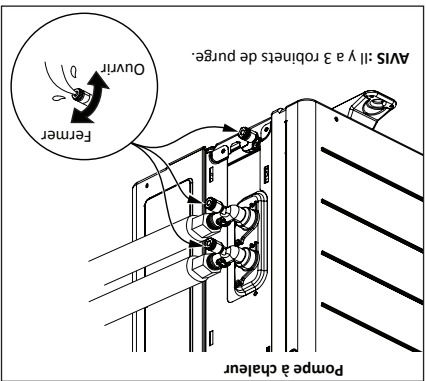

Figure 37 - Purger tout l'air de l'appareil.
**AVIS** : Le temps nécessaire à la purge complète de l'air peut varier en fonction de la longueur de la conduite d'entrée et des différences de hauteur. Voir Figure 37.